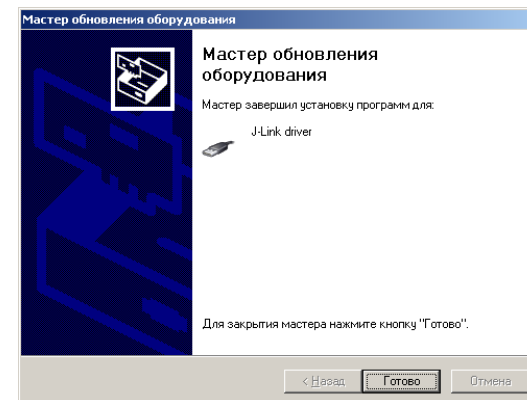

Рисунок 2.5 – Окно завершения установки драйвера
2.2.5.5 Для завершения работы мастера обновления оборудования нажать кнопку «Готово» (Рисунок 2.5).